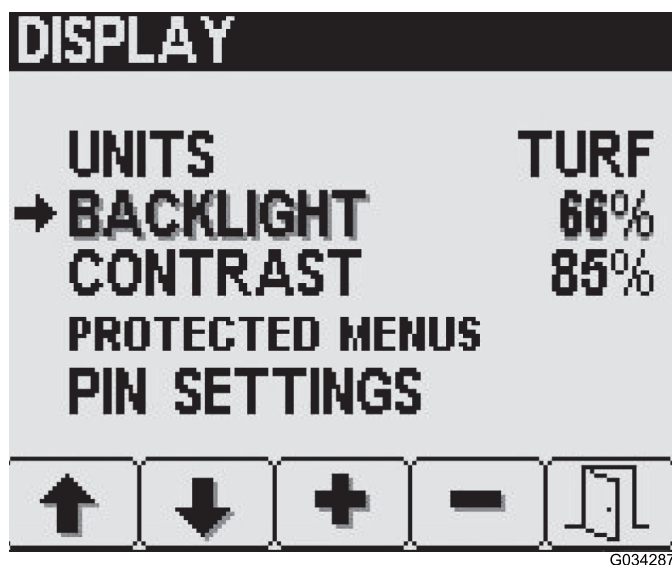

Figura 11
1. Premete il pulsante 2 sulla schermata Impostazioni display fino a raggiungere Retroilluminazione o Contrasto (Figura 11).
2. Utilizzate i pulsanti 3 e 4 per impostare il valore desiderato (Figura 11).